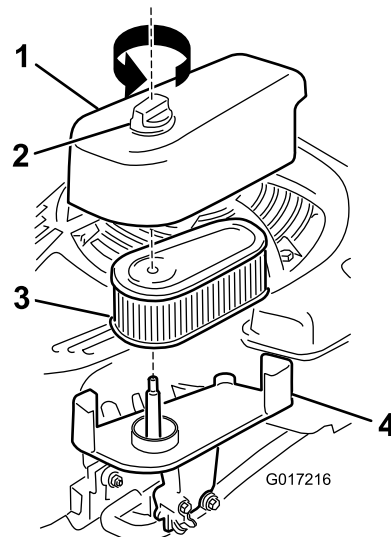

Bild 32
1. Lösen Sie die Befestigung und nehmen Sie die Luftfilterabdeckung ab (**Bild 32**).